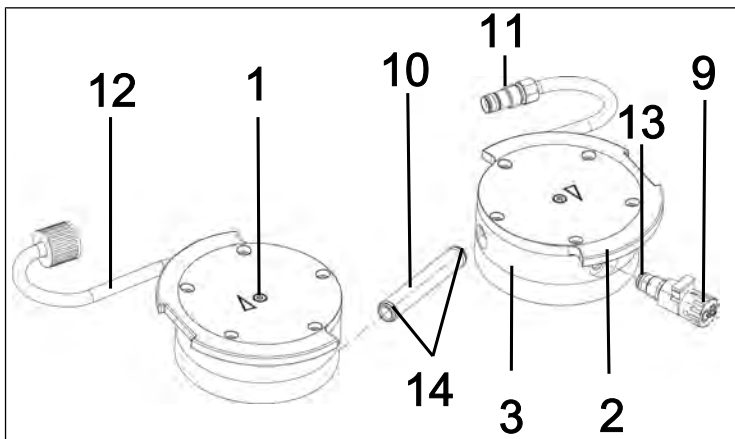

Fig.28: Sostituzione degli O-ring
- 2. Estrarre il tubo di allacciamento (10/ Fig. 28) dal coperchio testa (3).
**i** I due collegamenti tubo flessibile (11) e (12) resteranno montati nei coperchi testa.
3. Sostituire i due O-ring (**14**) del tubo di allacciamento (**10**/Fig. 28).
- i** Qualora gli O-ring (**14**) non si possano prelevare dal tubo di allacciamento (**10**/Fig. 28), comprimerli lievemente e prelevarli, all'occorrenza con una pinza.
6. Svitare la valvola gas ballast (**9**/Fig. 28) dal coperchio testa (**3**).
7. Sostituire l'O-ring (**13**) della valvola gas ballast (**9**/Fig. 28).
8. Avvitare a fondo la valvola gas ballast (**9**/Fig. 28) nel relativo coperchio testa (**3**). Successivamente, svitarla di nuovo, fino a quando la superficie sia orientata verso l'alto.
7. Innestare nuovamente il tubo di allacciamento (**10**/Fig. 28) nei due coperchi testa (**3**).